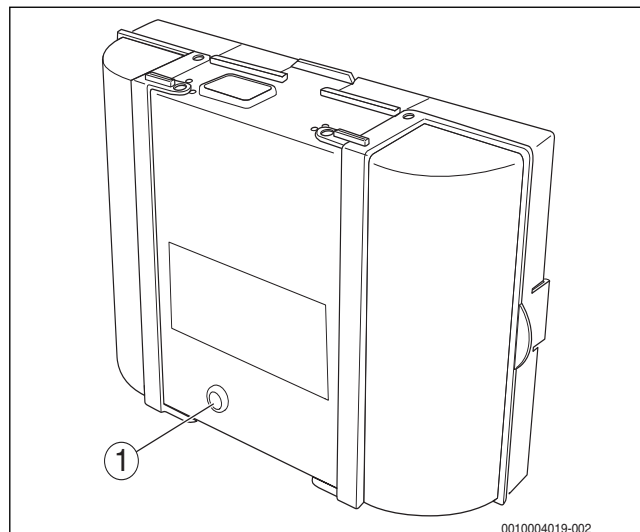

Fig. 83 Puesta a cero de los fallos en el programador de combustión
- Pulsar la tecla de “desbloqueo” en el programador de combustión (→ fig. 83).